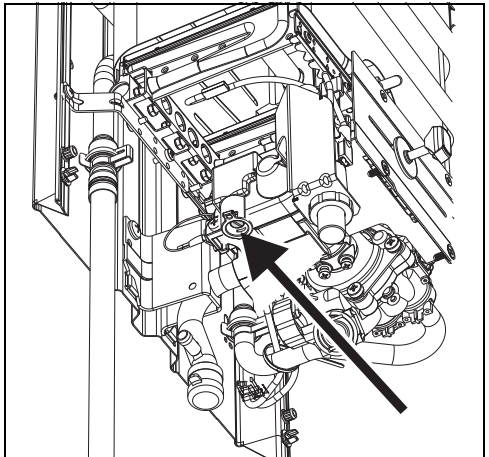

Fig. 12 Tornillo de ajuste de caudal de gas máximo
- ▶ Retire el precinto del tornillo (Fig. 12).
- ▶ Utilizando la tuerca de ajuste (Fig. 12) regule la presión hasta alcanzar los valores indicados en la tabla 8.